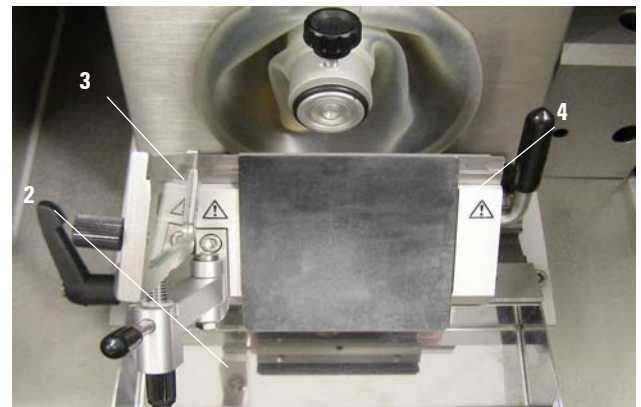

Abb. 19.2
- Rändelknopf (9, Abb. 19.2) gegen den Uhrzeigersinn drehen, um die Schnittstreckerplatte nach oben, zur Klinge hin zu bewegen.
- Rändelknopf (9, Abb. 19.2) im Uhrzeigersinn drehen, um die Schnittstreckerplatte von der Klinge weg, nach unten zu bewegen.
Es ist ratsam, zuerst bei einer großen Schnittdicke (z.B. 10 µm) vorjustieren und dann in 5 µm-Schritten auf die gewünschte Schnittdicke herunterzugehen. Den Schnittstrecker dabei mit dem Rändelknopf (9, Abb. 19.2) nur noch geringfügig in der Höhe nachjustieren.